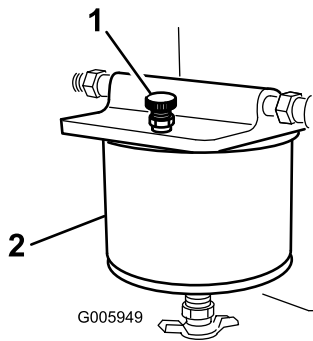

Figura 33
5. Aprite la vite di spurgo, sopra il filtro carburante, per riempire di carburante la coppa (Figura 33).